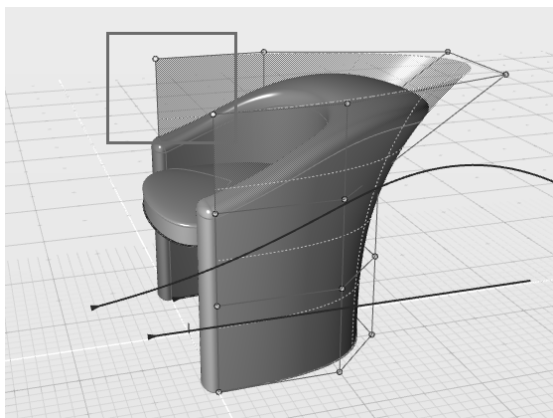

图 5-108 再次选中两个控制点
5) 再次选中源曲线上的两个控制点，如图 5-108 所示。